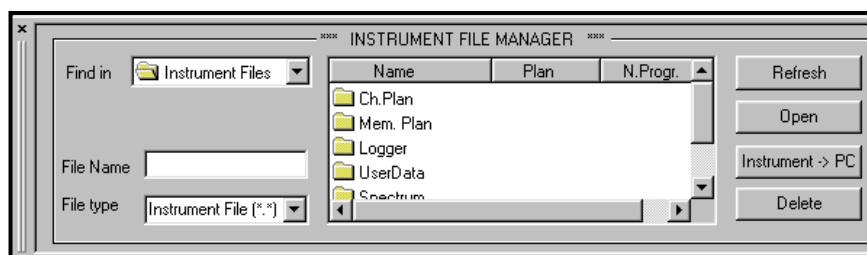

Figure 4.1
- d) Apparaît à l'écran la fenêtre "**Instrument File manager**", ouvrir le répertoire "**Logger**" en cliquant 2 fois dessus (Fig. 4.1)
- f) Cliquer 2 fois sur le fichier Data Logger désiré (Fig. 4.1)